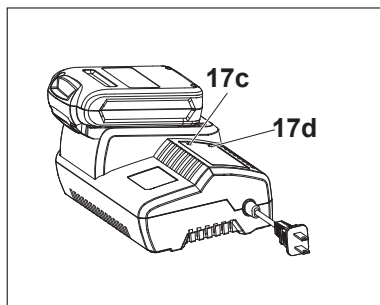

Fig. 8
Os indicadores (17c, 17d) no carregador (17) apresentam o estado de carregamento (Fig. 8).